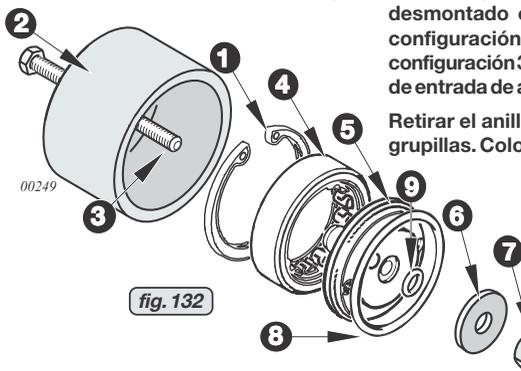

fig. 132
14.4.2) Desmontado de rodamiento, solo para config. 3 Ver fig. 132.